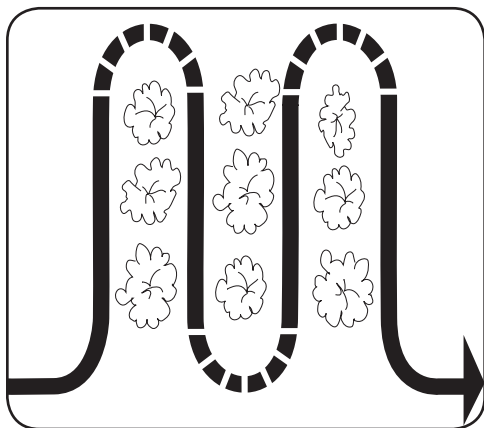

Figure 4-4
- Cuando labre la tierra (rompiendo la superficie de suelo alrededor de las plantas para destruir las malezas, vea la “Figure 4-4”), ajuste los dientes para cavar únicamente a una profundidad de 1 a 2 pulgadas. La labranza a poca profundidad ayuda a evitar que se lastimen las plantas cuyas raíces a menudo crecen cerca de la superficie. Si es necesario, levante las barras de control ligeramente para evitar que los dientes caven demasiado profundo. (La labranza regular no sólo elimina malezas, sino que además afloja y airea el suelo para mejor absorción de la humedad y crecimiento más rápido de las plantas). Si se riega la zona del jardín unos días antes de la labranza se facilitará esta tarea; también se contribuye permitiendo al suelo recién trabajado asentarse por uno o dos días antes de la pasada final, profunda, de la cultivadora.